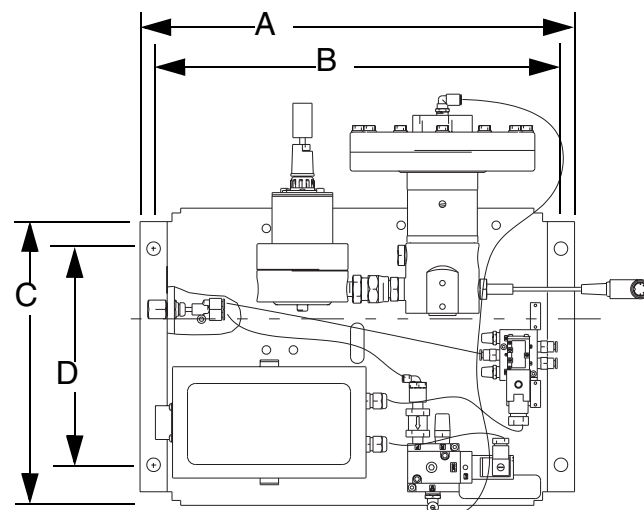

FIG. 8
2. Sitúe y sujete el equipo dosificador de fluido PrecisionFlo LT en la unidad de automatización (u otra superficie de montaje) pasando los pernos del tamaño adecuado a través de los orificios de 10,7 mm (0,42 pulg.) de diámetro en la placa de base. Vea las dimensiones de montaje en la **Tabla 1 - Medidas, pulgadas (mm)** y FIG. 8.
1. Sitúe el receptáculo en la parte superior de la unidad de control. Vea Fig. 8.